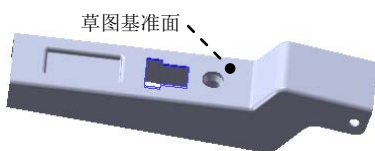

图 16.5.34 切除—拉伸 3
Step7. 创建图 16.5.34 所示的切除—拉伸 3。
(1) 选择命令。选择下拉菜单 **插入(I)**  **切除(C)**  **拉伸(E)...** 命令。
(2) 定义特征的横断面草图。
① 定义草图基准面。选取图 16.5.34 所示的表面作为草图基准面。